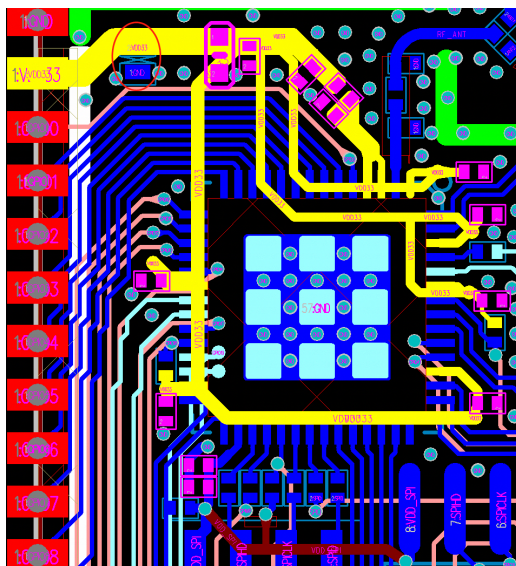

图 13: ESP32-S2 四层板电源设计
- 图 13 中黄色高亮信号线即为 3.3 V 电源走线。主干电源走线的线宽建议至少 25 mil，pin3、pin4 分支电源走线建议至少 20 mil，其他分支电源走线建议 10 mil。
- 图 13 中红色圆圈部分为 ESD 保护管靠近电源端口放置。电源走线进入芯片前需添加一个 10 μ F 电容，该电容与 0.1 μ F 电容搭配使用。而后电源走线可在此分支，进行星形走线，减少不同电源管脚之间的耦合。所有的去耦电容请靠近对应电源管脚放置，去耦电容的接地管脚请就近打地孔，保证较短的返回路径。
如图 13 所示，如需在模组背面芯片下方添加散热焊盘 EPAD，建议对 EPAD 进行九宫格处理，间隙处盖油墨，而地孔则打在间隙处。这样可以有效地改善模组 EPAD 焊接至底板时的漏锡问题。